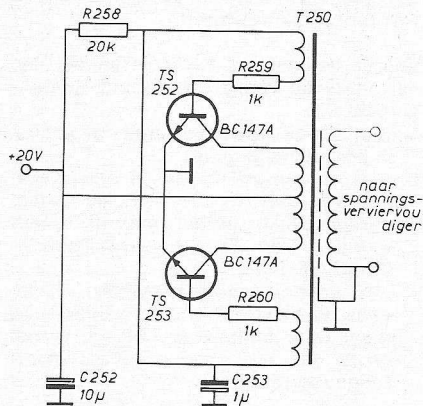

Fig. 3 Relaxatie-oscillator.
- een relaxatie-oscillator (fig. 3), die een spanning levert met een frequentie van ca. 16 kHz